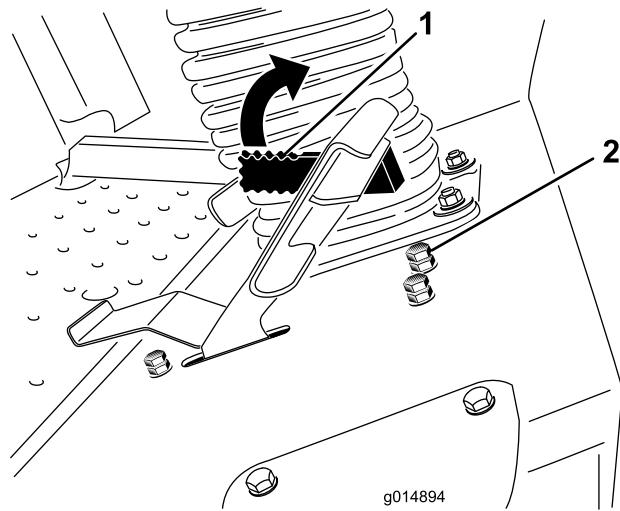

Figura 61
3. Afloje la contratuerca del perno de tope del limitador de la velocidad de siega (Figura 61).
La palanca del limitador de la velocidad de siega (Figura 61) puede moverse hacia adelante para limitar la velocidad de tracción durante el uso.